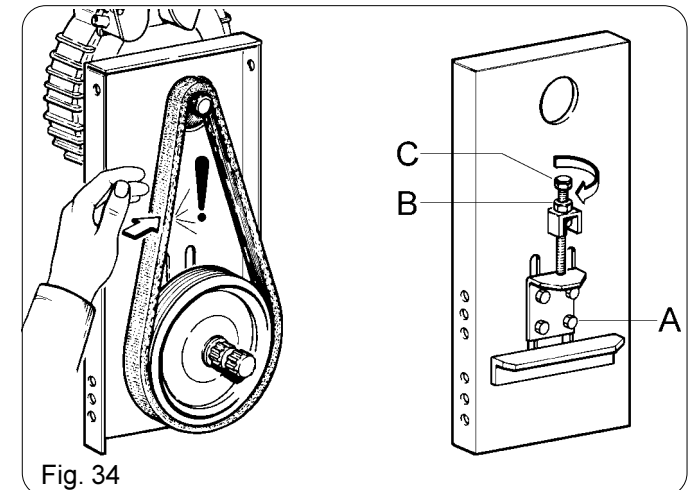

Fig. 34
- Allentare le viti (A Fig. 34);
- Allentare il dado (B Fig. 34);
- Mettere in trazione la cinghia serrando la vite (C Fig. 34);
- Loosen the bolts (A Fig.34) :
- Loosen the nut (B Fig.34);
- Pull the belt tight by tightening the bolt (C fig.34);
- Die Schrauben (A Abb. 34) aufschrauben;
- Die Mutter (B Abb. 34) aufschrauben;
- Den Riemen durch Anzug der Schraube (C Abb. 34) spannen;
- Desserrer les vis (A Figure 34);
- Desserrer l'écrou (B Figure 34);
- Mettre en extension la courroie par le serrage de la vis (C Figure 34);
- Aflojar los tornillos (A Fig. 34).
- Aflojar la tuerca (B Fig. 34).
- Poner en tracción la correa apretando el tornillo (C Fig. 34).